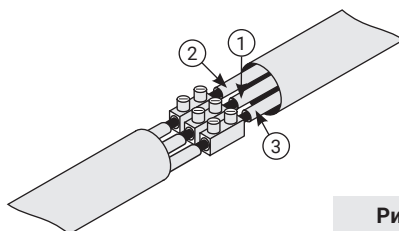

Рис.11
4.2.5. Провод заземления имеет желтый или желто-зеленый цвет и желтый клеммник (рис. 11 «3»), фаза (L) - черный цвет и черный клеммник (рис. 11 «1»), ноль (N) - синий цвет и синий клеммник (рис. 11 «2»).